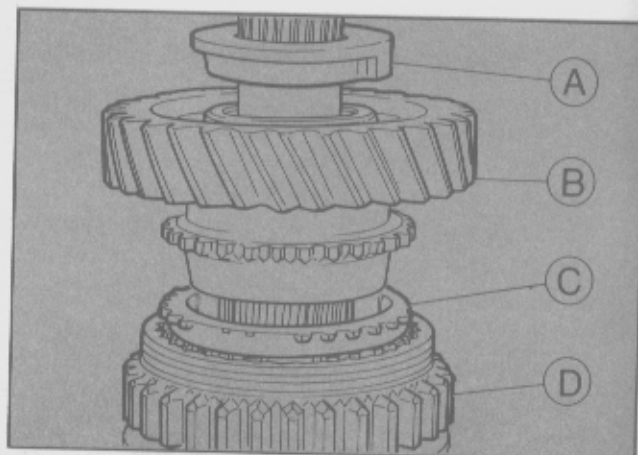

Fig. 27 - A: Deflector de aceite; B: Engranaje de 1ra. velocidad; C: Anillo sincronizador; D: Cubo sincronizador de 1ra. y 2da.
- Deslizar el anillo sincronizador, ubicándolo correctamente en el cubo fijo, el engranaje de primera y el deflector de aceite sobre el eje principal (Fig. 27).